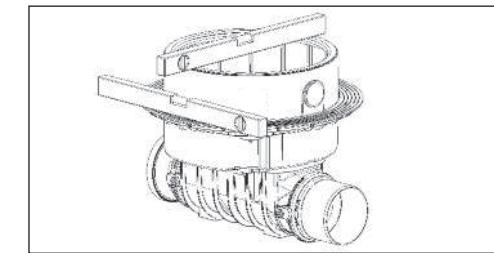

Abb. 1
2.1 KESSEL-Staufix SWA zum Einbau in die Bodenplatte (Best.Nr. 73100.10 S/X, 73125.10 S/X, 73150.10 S/X, 73200.10 S/X). Gilt entsprechend auch für den Einbau Controlfix. Der Grundkörper des KESSEL-Staufix SWA ist waagrecht auszurichten (siehe Abb. 1). Die beiliegende Profil-Lippendichtung in die